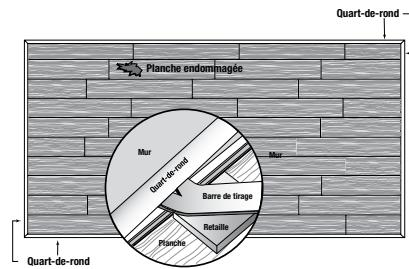

Fig. 5
- En cas de problème important avec le système emboitable, il est possible de remplacer un morceau de revêtement en entier. Dans la plupart des cas, enlevez la plinthe des murs qui sont situés le plus près de la planche endommagée (Fig. 5).